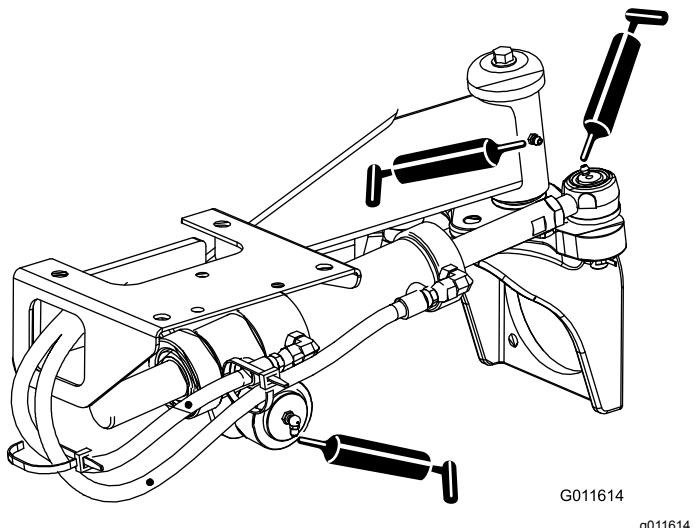

図35
- ステアリングシリンダのボールジョイント2ヶ所と後アクスル1ヶ所—図35